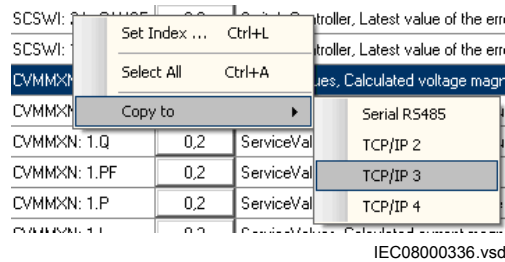

Figure 78: CMT : menu contextuel dans la fenêtre DNP3
1. Cliquer sur les deux flèches internes pour trier les signaux d'une autre séquence d'indice ou sélectionner *Set Index ...* dans le menu contextuel pour déplacer un ou plusieurs ensembles de signaux vers une autre rangée, voir Figure 78.